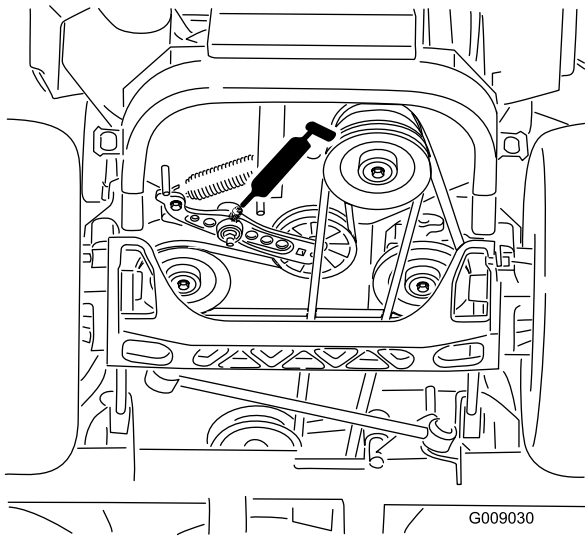

Bild 47
6. Schmieren Sie den Spannarm des Treibriemens (**Bild 47**).